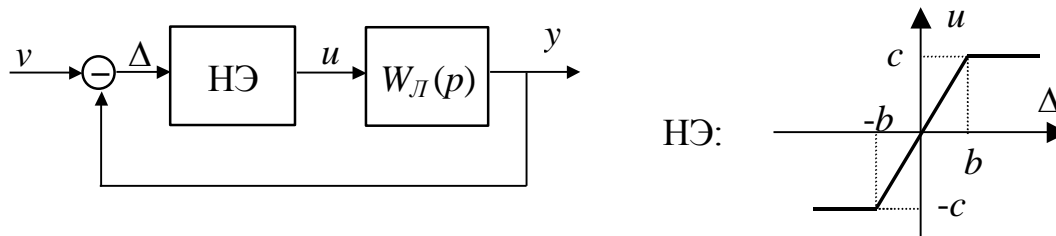
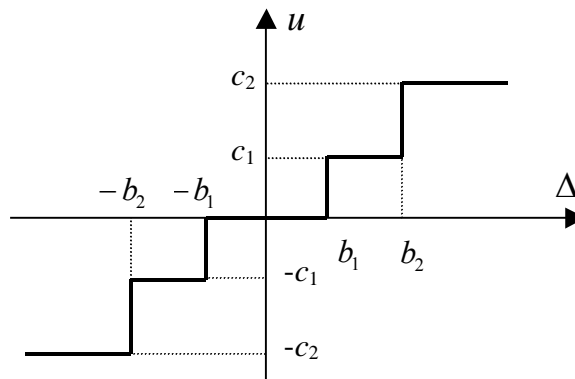

Рис.11.1.
Рис.11.2.
1. Проверить условие абсолютной устойчивости системы (рис.11.1) с нелинейным элементом вида "реле с зоной нечувствительности", где
2. Проверить условие абсолютной устойчивости системы (рис.11.1) с заданной нелинейной характеристикой (рис.11.2.),
3. Проверить условие абсолютной устойчивости системы (рис.11.1.) с заданной нелинейной характеристикой (рис.11.2.), где
4. Проверить условие абсолютной устойчивости системы (рис.11.1.) с нелинейным элементом вида "реле с зоной нечувствительности", где
5. Проверить условие абсолютной устойчивости системы (рис.11.1.), где
6. Проверить условие абсолютной устойчивости системы (рис.11.1.), где
7. Проверить условие абсолютной устойчивости системы (рис.11.1.), где
8. Проверить условие абсолютной устойчивости системы (рис.11.1.), где
9. Проверить условие абсолютной устойчивости системы (рис.11.1.), где
10. Проверить условие абсолютной устойчивости системы (рис.11.1.),
11. Проверить условие абсолютной устойчивости системы (рис.11.1.),
12. Проверить условие абсолютной устойчивости системы (рис.11.1.),
13. Проверить условие абсолютной устойчивости системы (рис.11.1.),
14. Проверить условие абсолютной устойчивости системы (рис.11.1.),